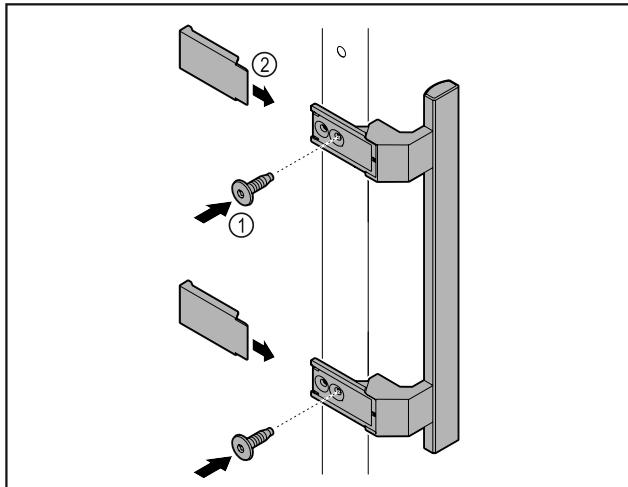

Fig. 8
- ▶ Iz paketa vzemite ročaj in ga privijte na vrata s priloženimi vijaki Fig. 8 (1).
- ▶ Namestite pokrov Fig. 8 (2).